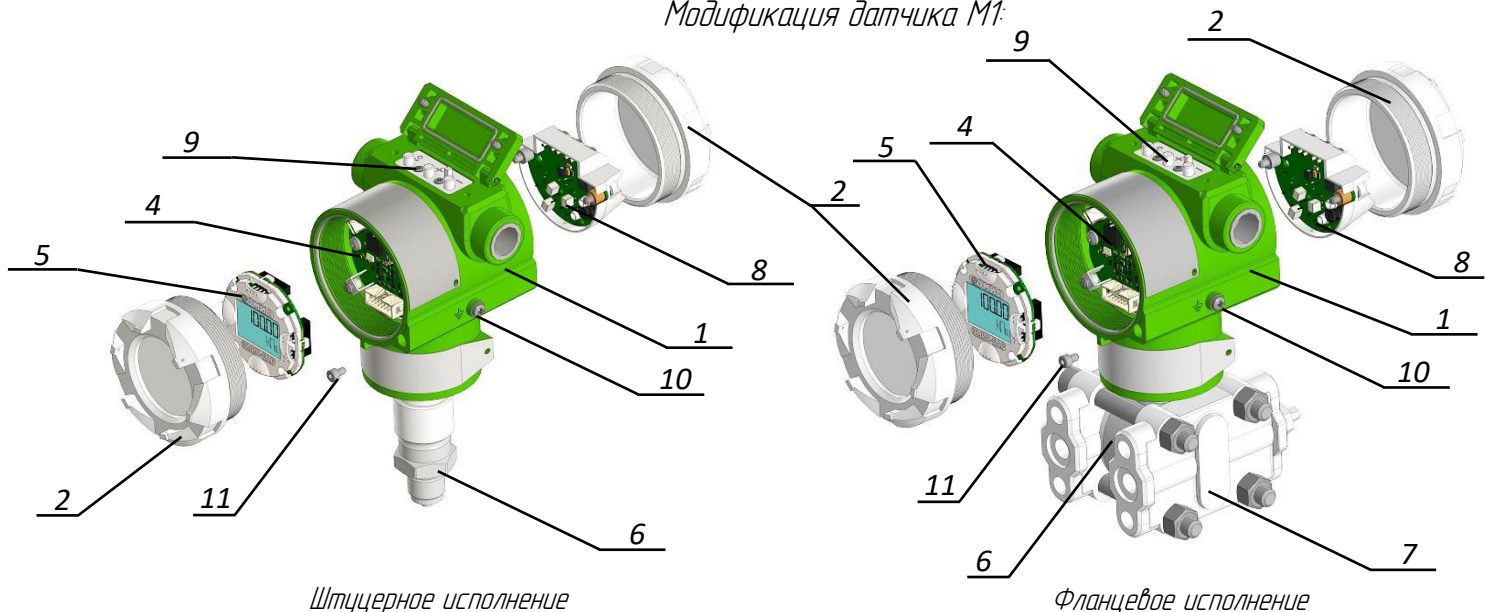

Рисунок 2 – Устройство датчиков давления
Датчик давления состоит из преобразователя давления и электронного блока (Рисунок 2). Корпус электронного блока (1) крепится на резьбовой части преобразователя давления (6). В электронном блоке размещены: электронная плата (4), крышки с уплотнениями (2), модуль ЖКИ (5), RFI фильтры (3), клеммная колодка (8), кнопки настройки датчика (9), винт наружного заземления корпуса (10), винты фиксации крышек корпуса (11). Над клеммной колодкой расположен винт обозначенный специальным знаком заземления, который может быть использован для подсоединения экрана при применении экранированного кабеля. Под секцией с модулем ЖКИ расположено отверстие для крепления таблички с позиционным обозначением.
- Зафиксировать крышку винтом фиксации крышки корпуса (11) (Рисунок 2).
Преобразователь давления (6) и фланцы (7) (Рисунок 2) в стандартном исполнении изготавливаются из нержавеющей стали 316L, также доступно исполнение, выполненное из Хастелоя HC–276. Материалы деталей, контактирующие с измеряемой средой, указаны в Таблицах 1.1-1.4.